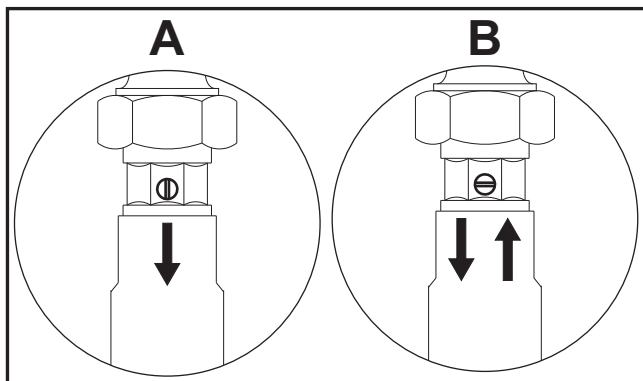

рис. 22
- Для полного опорожнения системы отопления используется кран 275 рис. 25, предварительно сняв блокировку затворов обратных клапанов поз. 179 на рис. 25 (см. также рис. 22). Для удаления воздуха из системы откройте вентили радиаторов.